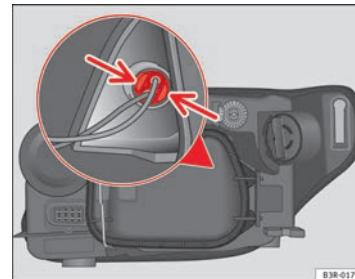

Abb. 199 Standlicht
- Leichten Druck auf die Laschen des Lampenträgers ⇒ Abb. 199 ausüben und zum Deckel hin ziehen (kann auch durch Ziehen an den Kabeln des Lampenträgers entnommen werden).